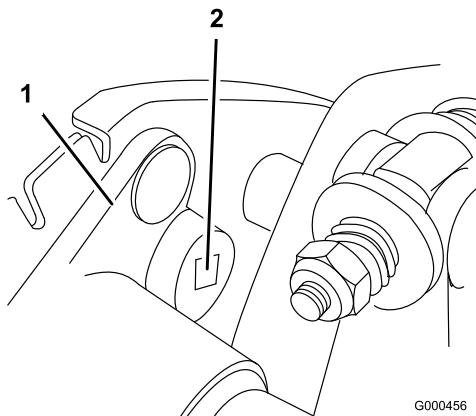

Figura 36
- B. Usando una llave dinamométrica de 3/8 pulgadas, gire el alojamiento del cojinete con una fuerza de 3,9–4,5 Nm para ajustar la tensión de la correa (Figura 36)